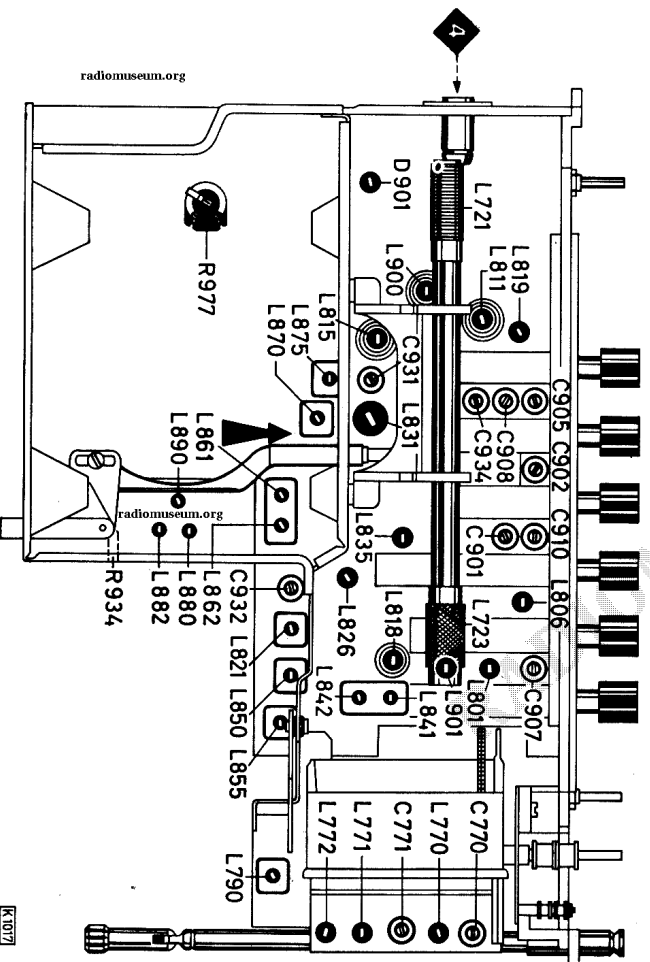

Fig. 8
- 6.5 Den Ruhestrom ca. 1 Minute nach dem Einschalten des Gerätes mit dem Einstellregler R 977 (Fig. 8) auf 4 mA + 20–10 % einstellen.
- 7.7 **Achtung!** Beim Abgleich des MW- und LW-Vorkreises auf dem Wellenschalter muß der Umschalter, Fig. 8, in Pfeilrichtung geschaltet sein.
- 6.5 Approx. 1 minute after switching on set, set zero signal current via adjuster R 977 (fig. 8) to 4 mA + 20–10%.
**Attention!** When aligning the MW and LW pre-circuit on the waveband switch the conversion switch, fig. 8, must be switched in direction of the arrow.